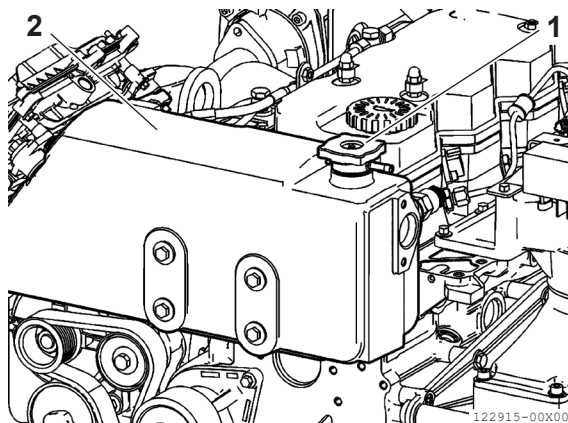

Figure 9
2. Ouvrez le bouchon du goulot de remplissage du liquide de refroidissement (**Figure 9, (1)**) du réservoir d'expansion (**Figure 9, (2)**).